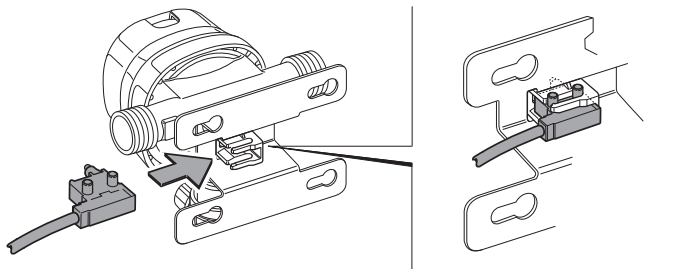

Fig. 4
- ▶ Skub encoderen fra siden ind i holderen på DuoControl CS (Fig. 4). Encoderen skal mærkbart klikke på plads i holderen.